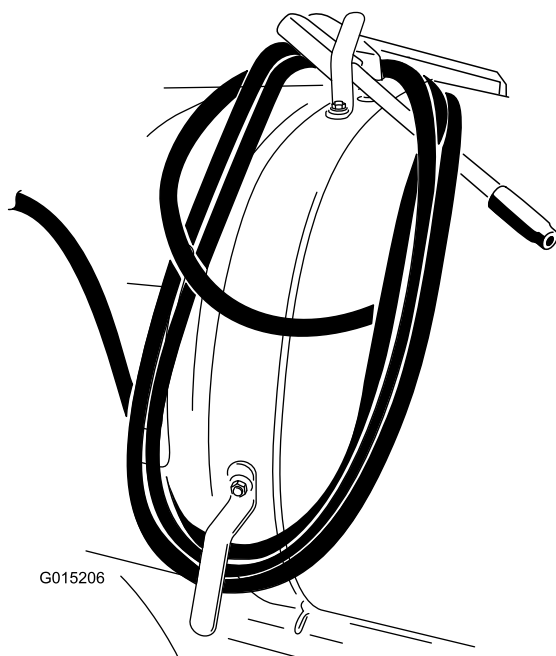

Figura 12
3. Coloque um tubo em redor dos ganchos do depósito e prenda a pistola como se mostra em Figura 12.